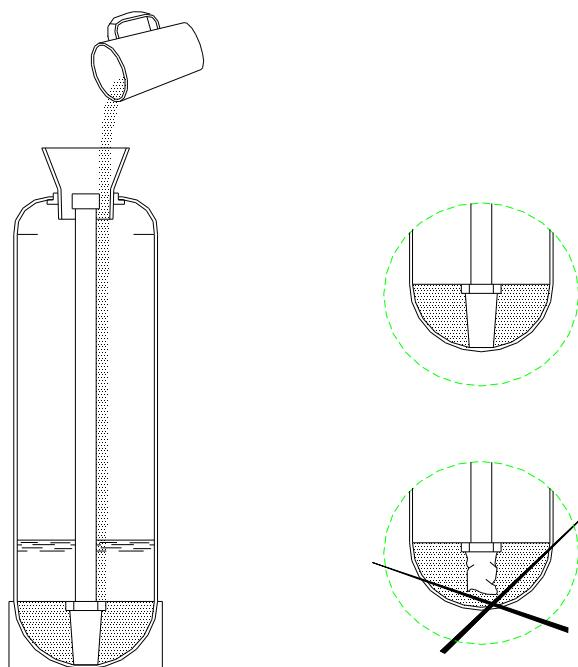

Рисунок 3 — Порядок загрузки фильтрующего материала в корпус фильтра
**ВНИМАНИЕ:** ПОСЛЕ ЗАГРУЗКИ ГРАВИЯ НИ В КОЕМ СЛУЧАЕ НЕ ВЫТАСКИВАТЬ ВЕРТИКАЛЬНЫЙ КОЛЛЕКТОР ИЗ КОРПУСА! Это может привести к поломке дренажного колпачка в результате попадания гравия в его посадочное место на дне корпуса (см. рисунок 3).